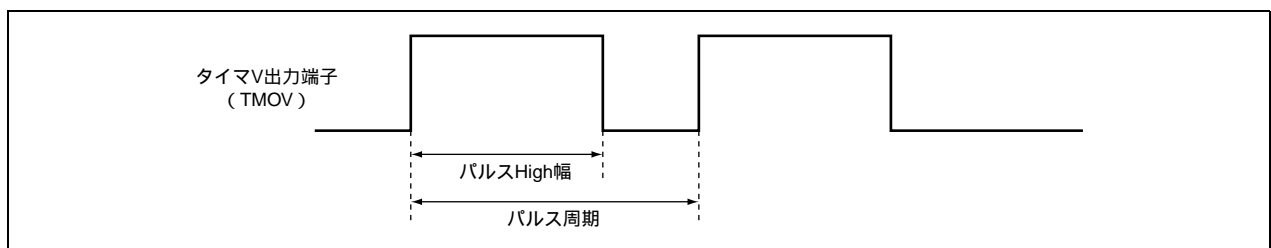

図 1.1 PWM 出力
1. 図 1.1 に示すように、タイマ V のコンペアマッチ機能を使用して、TMOV 出力端子より PWM 出力を行います。